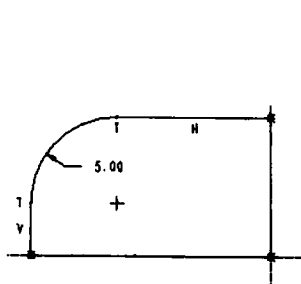

图 1-18
(5)单击【草绘截面】工具 ，绘制如图 1-18 所示的截面，对齐轨迹线和轮廓线的端点。